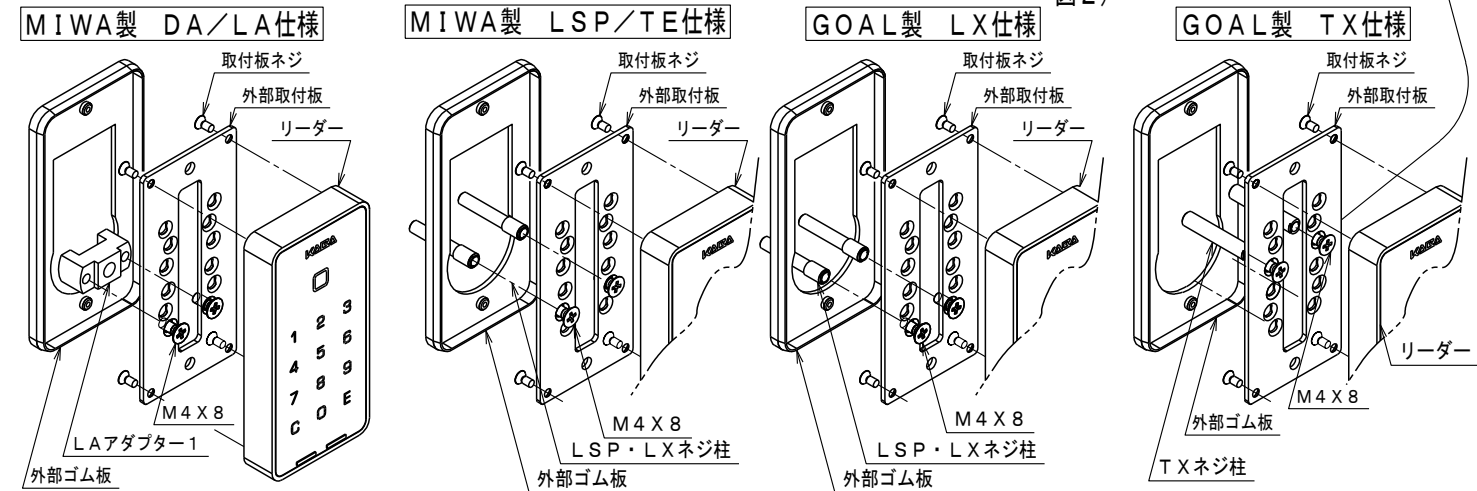

図3)
3. 下記の図3を参照し、リーダーを各錠種に合わせてセットします。